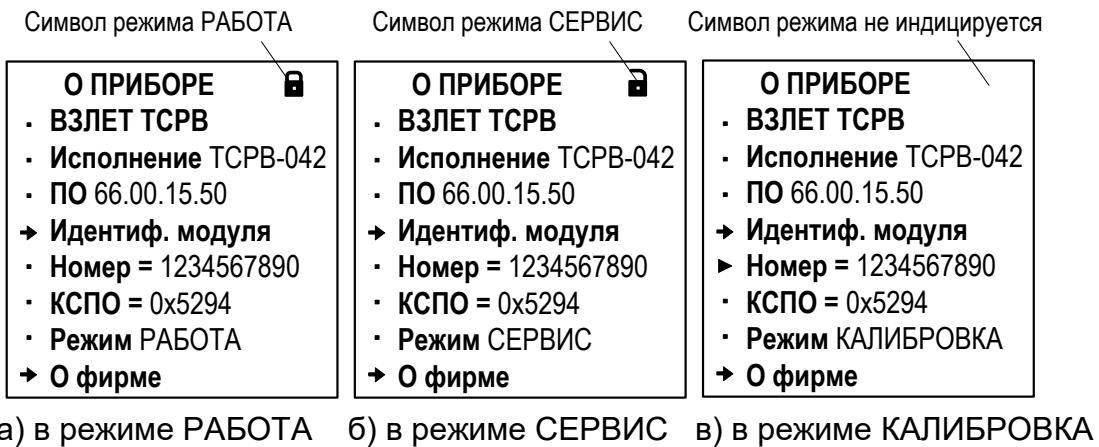

Рис.6. Вид окон индикации «О ПРИБОРЕ» в различных режимах.
**РАБОТА**, Режим СЕРВИС или Режим КАЛИБРОВКА. А в правом верхнем углу окна индикации – символ **■** или **■** (рис.6.а, 6.б). При установленном режиме КАЛИБРОВКА индикация одного из указанных символов на экране жидкокристаллического индикатора отсутствует (рис.6.в).